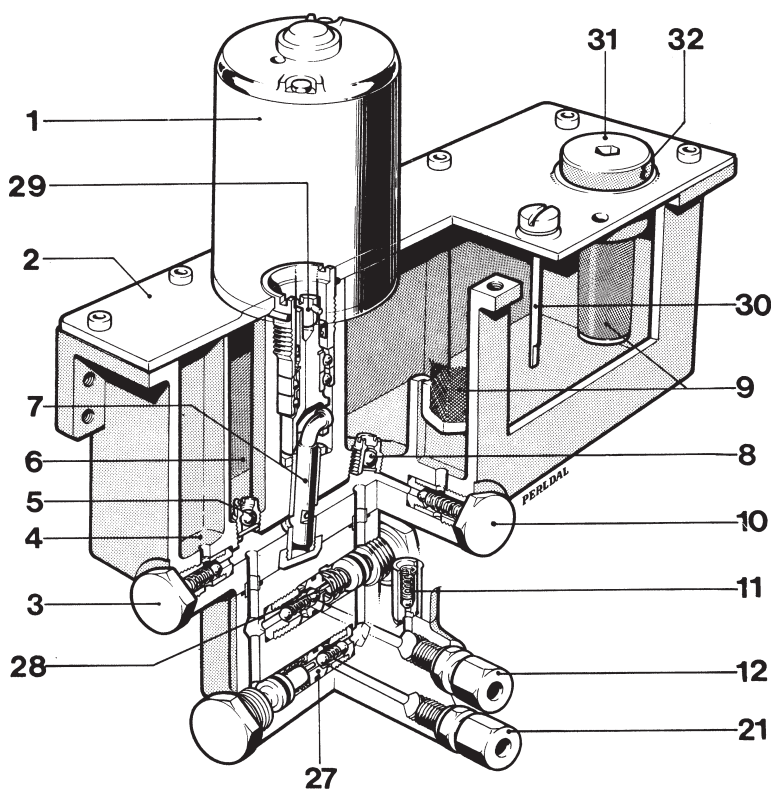

Fig. 5. Hydraultanken
I hydraultanken fig. 5 ingår: elektrisk drivmotor (1) med hydraulpump (7), hydrauloljesilar (9), oljemätsticka (30), 2 st. överströmningsventiler (3 och 10), 2 st. backventiler (5 och 8), 2 st. dubbelventiler för lyftning (28) och sänkning (27) samt beachventil (11).